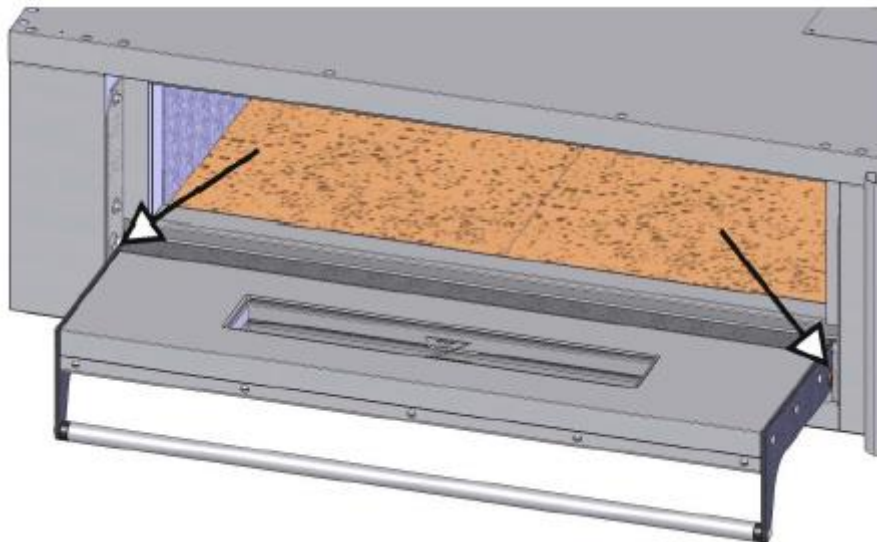

Рис. 8.4
1. С помощью щетки уберите грязь с наружной поверхности между втулками и скобами дверцы (рис. 8.4);